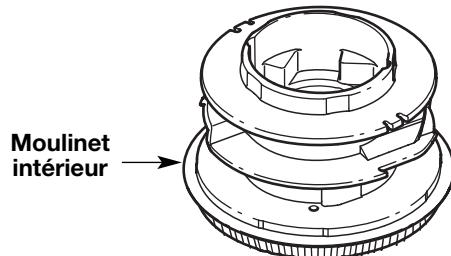

Fig. 21
4. Retirez tout le fil du moulinet intérieur avant de nettoyer. Enlevez tout débris ou trace d'herbe du bouton, du ressort, du moulinet et du joint en mousse. Lavez le moulinet intérieur avec de l'eau tiède savonneuse (Fig. 21).